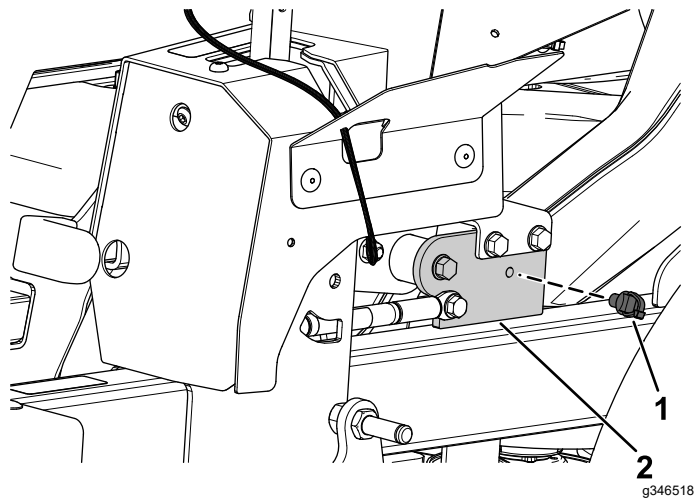

Figura 17
1. Instale o fixador de pressão frontal no suporte da alavanca do travão de estacionamento (Figura 17).